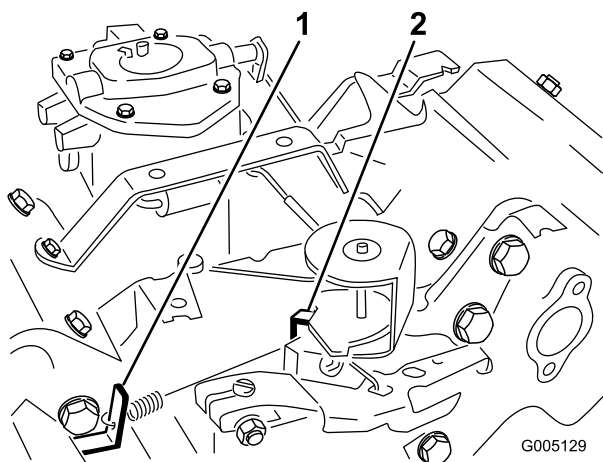

Figura 36
3. Piegate la linguetta di ancoraggio della molla regolata al minimo (Figura 36) per ottenere una minima di 1625 ± 100 giri/min. Controllate la velocità con un tachimetro.
5. Mettete il comando dell'acceleratore in posizione Fast. Piegate la linguetta di ancoraggio della molla della massima (Figura 36) per ottenere una minima superiore di 2850 ± 50 giri/min.